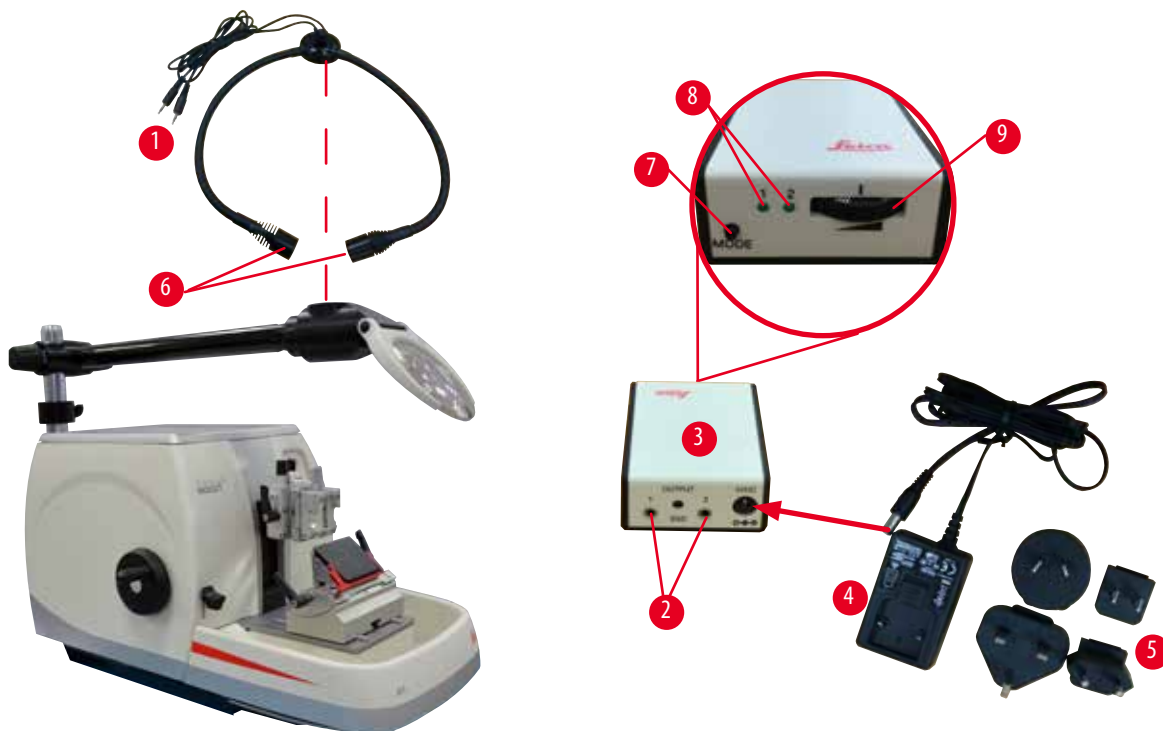

Рис. 54
- Адаптер (→ "Рис. 53-2") позволяет использовать светодиодные споты высокой мощности. Соедините светодиодные споты 1000 Hi-Power с 2 ножками с адаптером (→ "Рис. 54"). Вставьте штекеры (→ "Рис. 54-1") светодиодных спотов 1000 Hi-Power с 2 ножками в гнезда (→ "Рис. 54-2") на контроллере спотов высокой мощности (→ "Рис. 54-3"). Подсоедините адаптер питания (→ "Рис. 54-4") блока управления светодиодных спотов 1000 к контроллеру спотов высокой мощности, а затем к источнику питания. Обязательно проверьте, соответствует ли штекер для адаптера питания, выбранный из предлагаемых вариантов, (→ "Рис. 54-5") параметрам местной электрической сети.